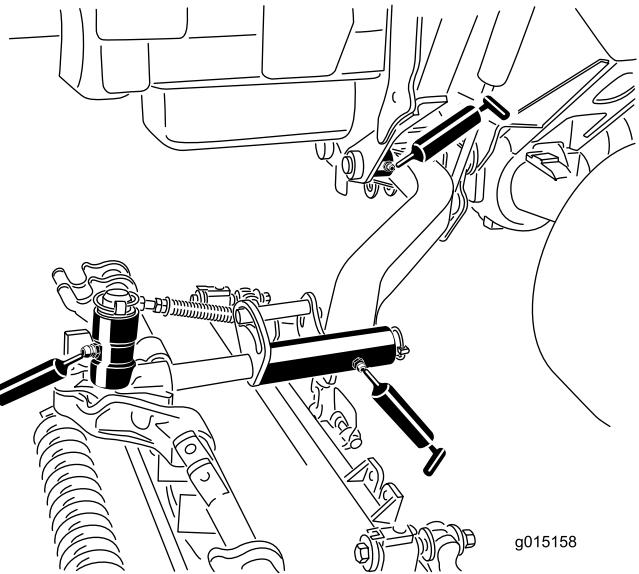

Bild 116
- Hubarm-Drehbüchsen (1 pro Mähwerk), siehe Bild 116
- Mähwerk-Trägerrahmen (2 pro Mähwerk), siehe Bild 116
- Mähwerk-Hubarmgelenk (1 pro Mähwerk), siehe Bild 116